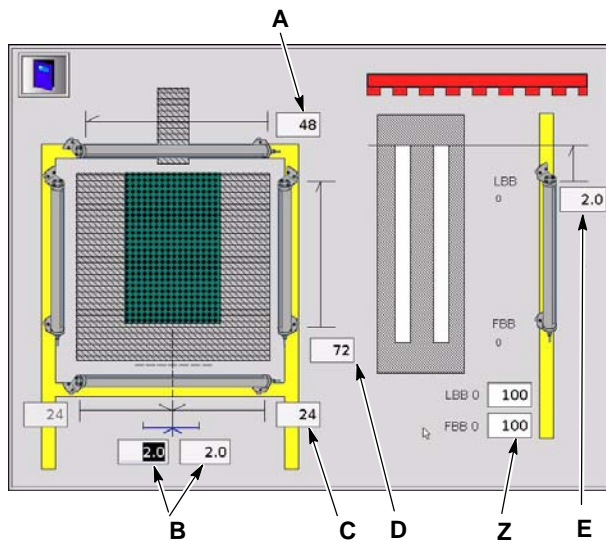

Bild 3-24 Inställning och aktivering av en scanner
2. Se bild 3-24 eller 3-25. Mata in längden på vertikalscannern och stäng meny.
Se bild 3-24. Scannerns sändar-mottagarpar monteras ovanför transportbandet och under produkterna, med kabeländarna orienterade så som visas i konfigureringsmenyn.